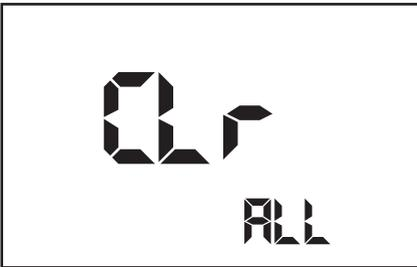

Bild 7.12: Menüfunktion "Löschen aller gespeicherten Messwerte"
- ▶ Zum Löschen des gesamten Messwertspeichers stellen Sie den Drehschalter "Messfunktion" (10) auf die Schalterstellung "Daten/ Anzeigen/Löschen". Im Display erscheint jetzt "rCL".
- ▶ Mit den Pfeiltasten (6 oder 7) können Sie nun zwischen den einzelnen Menüfunktionen auswählen. Wählen Sie nun "CLr ALL" aus (Löschen aller gespeicherten Messwerte), siehe Bild 7.12.